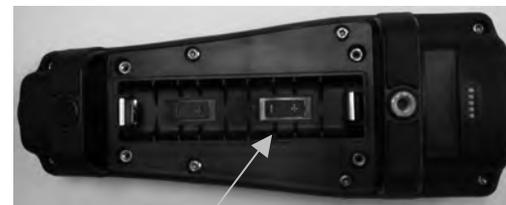

Figura 1. Pro Plus con il coperchio del vano delle batterie rimosso. Notare i simboli delle batterie che indicano la polarità.
3. Rimuovere il coperchio del vano delle batterie e installare le batterie nuove, accertandosi di allinearle correttamente secondo la polarità riportata sullo strumento o sul coperchio rimosso (Figura 1).